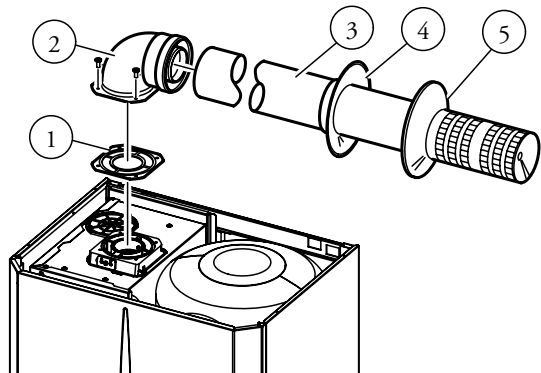

Fig. 1-14 Rys. 1-14 Obr. 1-14 slika. 1-14 ábra. 1-14 Илл. 1-14
Kit horizontal de aspiración - scarico Ø60/100. Montaggio kit (Fig. 1-14): colocar el codo con collarín (2) en el orificio más interno de la caldera, situando entre medio la junta (1) y fijando la unión con los tornillos del kit. Acoplar el lado macho (liso) del tubo terminal (3) con el lado hembra (con juntas de labio) del codo (2) apretándolo hasta el fondo, sin olvidarse de introducir antes las relativas anillas interna y externa, de esta forma se conseguirá la unión estanca de los elementos del kit.
El kit incluye (Fig. 1-14):
Poziomy zestaw doprowadzająco-spustowy Ø60/100. Montaż zestawu (Rys. 1-14): zainstalować kształtkę rurkową z kołnierzem (2) w otworze centralnym kotła wraz z uszczelką (1) i włożyć śruby z zestawu. Podłączyć przewód z końcówką (3) stroną męską (gładką) do strony żeńskiej kształtownika rurowego (2) (z uszczelkami) i docisnąć. Podłączyć końcówkę stroną męską (gładką) do strony żeńskiej kolanka (2) (z uszczelkami), docisnąć, i sprawdzając, czy włożona została już odpowiednia rozeta wewnętrzna i zewnętrzna. W ten sposób zapewnią się szczelność elementów składowych zestawu.
Zestaw obejmuje (Rys. 1-14):
Souprava obsahuje (Fig. 1-14):